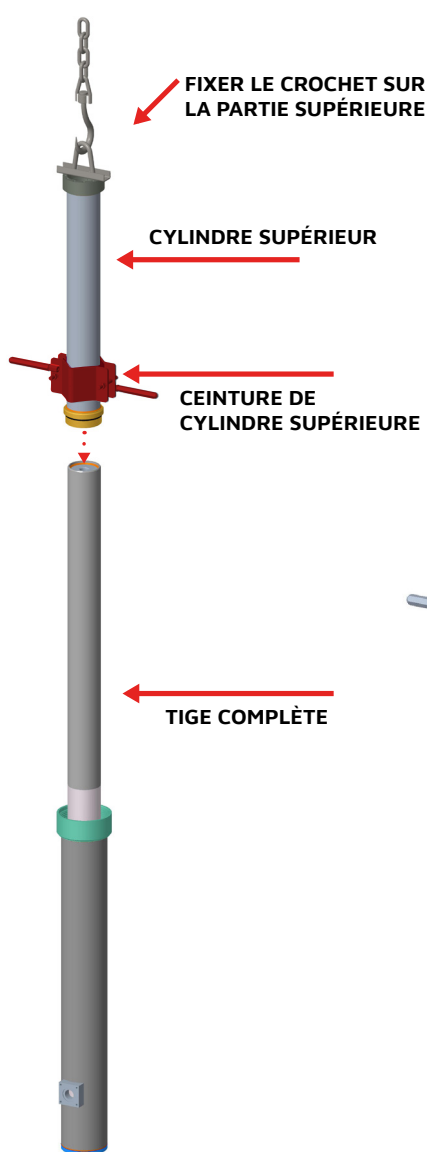

Fig 11
9. Retirez les ceintures de la tige et déposez-la sur le fond du cylindre; retirez le crochet de transport. (Fig 11)
10. Fixez le crochet de transport à la partie supérieure soudée à l'aide des deux vis fournies. (Fig 11)